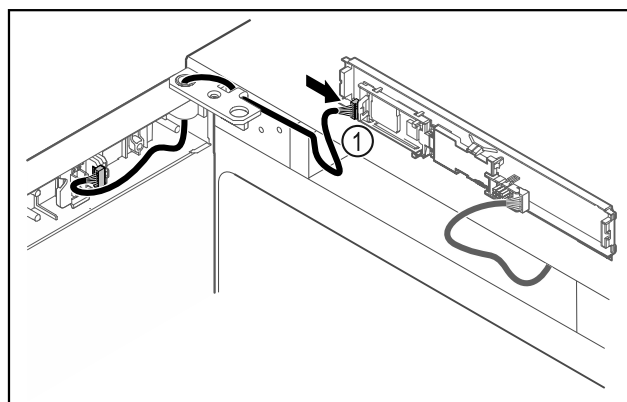

Fig. 41
- ▶ Sätt in kontakten Fig. 41 (1) på kretskortet.